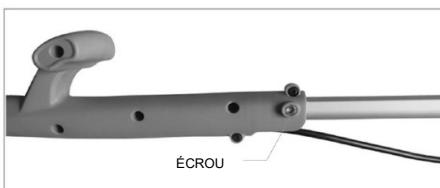

Fig 2
- Insérez le boulon dans la poignée supérieure et le tube de raccordement et fixez-le avec un écrou. (Fig 2)